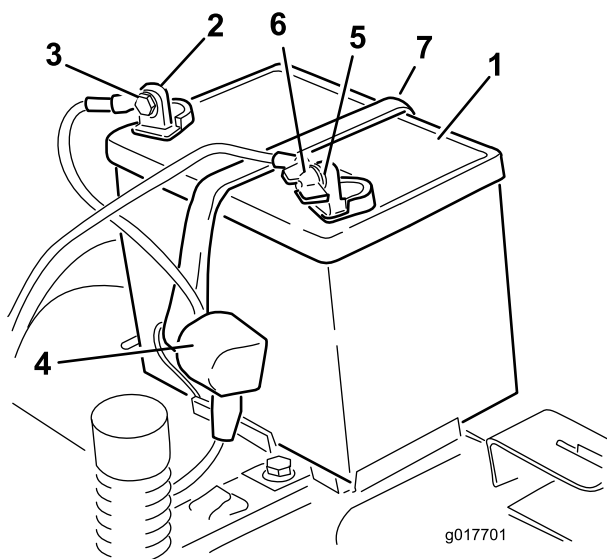

Рисунок 48
4. Отсоедините отрицательный (черный) кабель от штыря аккумулятора (Рисунок 48).
6. Отсоедините положительный (красный) кабель от штыря аккумулятора (Рисунок 48).
7. Снимите прижим аккумулятора (Рисунок 48) и поднимите аккумулятор, чтобы снять его с поддона.
1. Установите аккумулятор в поддон (Рисунок 48).
5. Закрепите аккумулятор с помощью прижима (Рисунок 48).